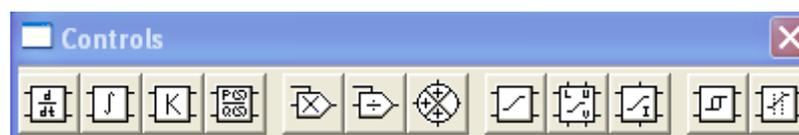

Рисунок 13 – Меню раздела Controls
12. **Controls** - аналоговые вычислительные устройства (Рис. 13).